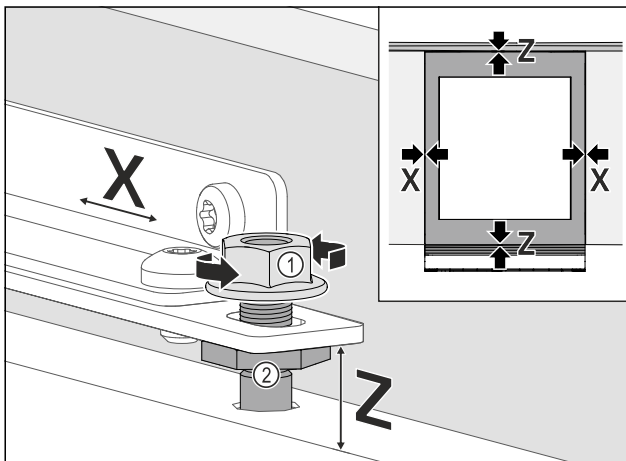

Fig. 94
- ▶ Подравнете вратата на шкафа странично: Разхлабете контрагайката Fig. 94 (1), изместете вратата на шкафа в посока X.
- ▶ Затегнете контрагайката Fig. 94 (1).
- ▶ Подравнете вратата на шкафа по височина Z и по страничен наклон: Настройте настройващия болт Fig. 94 (2).